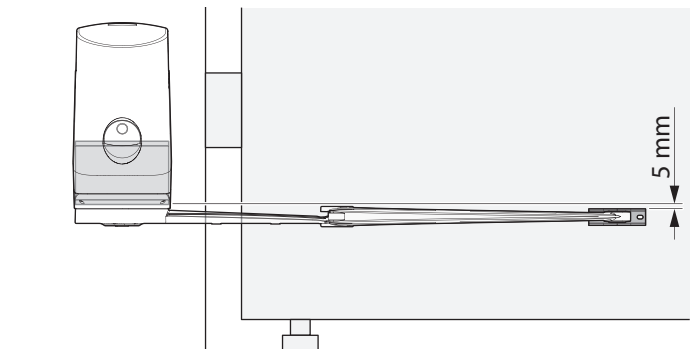

Fig. 4
⚠ ATTENTION ! - Avant de fixer l'étrier arrière, vérifiez si la zone de fixation de l'étrier avant se trouve dans une zone solide du vantail, car cet étrier devra être fixé à une hauteur différente de l'étrier arrière. (Fig. 4).
02. Établissez la hauteur à laquelle positionner l'étrier avant, comme indiqué sur la **fig. 4** ;